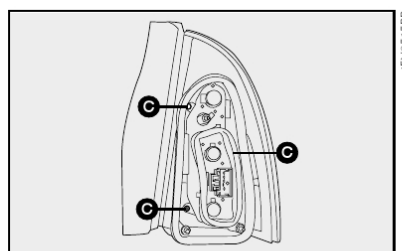

fig. 42
4) retirar os parafusos **C** e retirar o conjunto de lâmpadas **fig.42**;